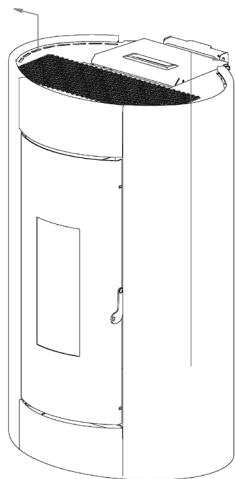

Fig. 58 - Extracción de los laterales
- Desenganche las paredes laterales traseras (ver **Fig. 58**).